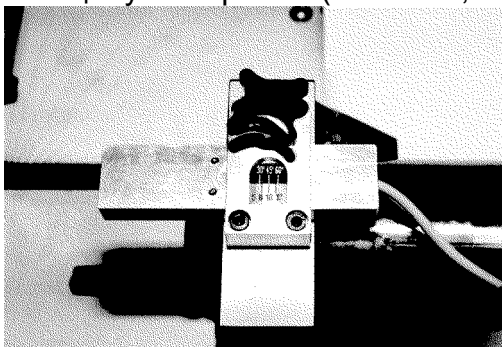

Рисунок 9: Бесконтактный переключатель
Угол гибки либо отображается на шкалах рабочего стола, либо настраивается на бесконтактном переключателе (рис. 9). Использование бесконтактного переключателя для отключения при достижении определенного угла предполагает наличие электрогидравлического насоса компании HAUPA Hydraulik GmbH с отключающей электронной системой (адаптер 216770).
Отрегулировать нужный угол гибки на бесконтактном переключателе (рис. 9). При этом необходимо помнить, что обозначение угла (шкала: 0°, 30°, 45°, 60°, 90°) настроено на правильную толщину материала (шкала: 8, 10, 12 мм).
- При использовании электрогидравлического насоса HAUPA с отключающей электронной системой следить за тем, чтобы бесконтактный переключатель (рис. 9) находился в нулевом положении, т.е. торцевая сторона переключателя, обращенная в сторону инструмента, должна находиться на одном уровне с зажимным приспособлением (рис. 17).